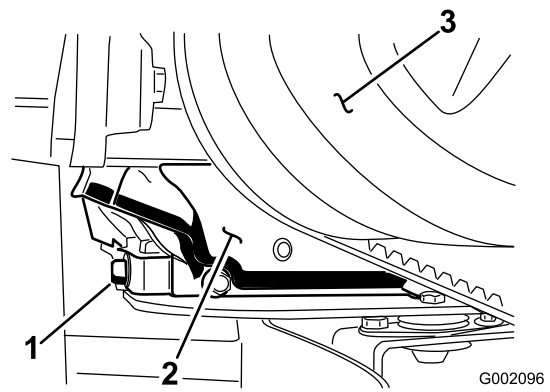

Figura 27
5. Retire el tapón de vaciado (Figura 27) y deje fluir el aceite a un recipiente apropiado. Cuando se haya drenado completamente el aceite, coloque el tapón de drenaje y apriételo a 17,6 Nm.